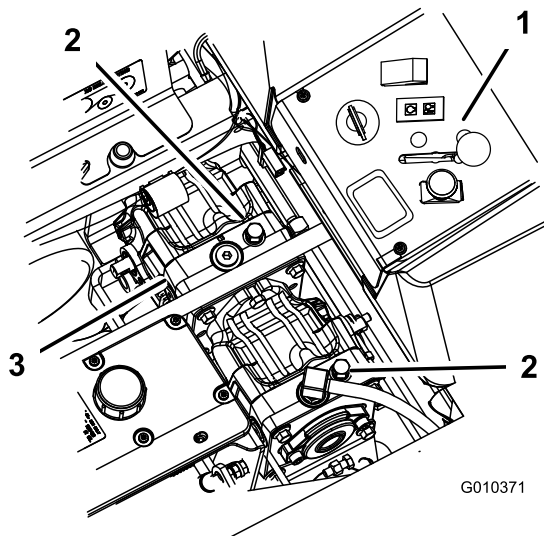

Figura 39
3. Gire las válvulas de desvío una vuelta en sentido antihorario para empujar la máquina (Figura 39).
Gire las válvulas de desvío una vuelta en sentido horario para conducir la máquina (Figura 39).